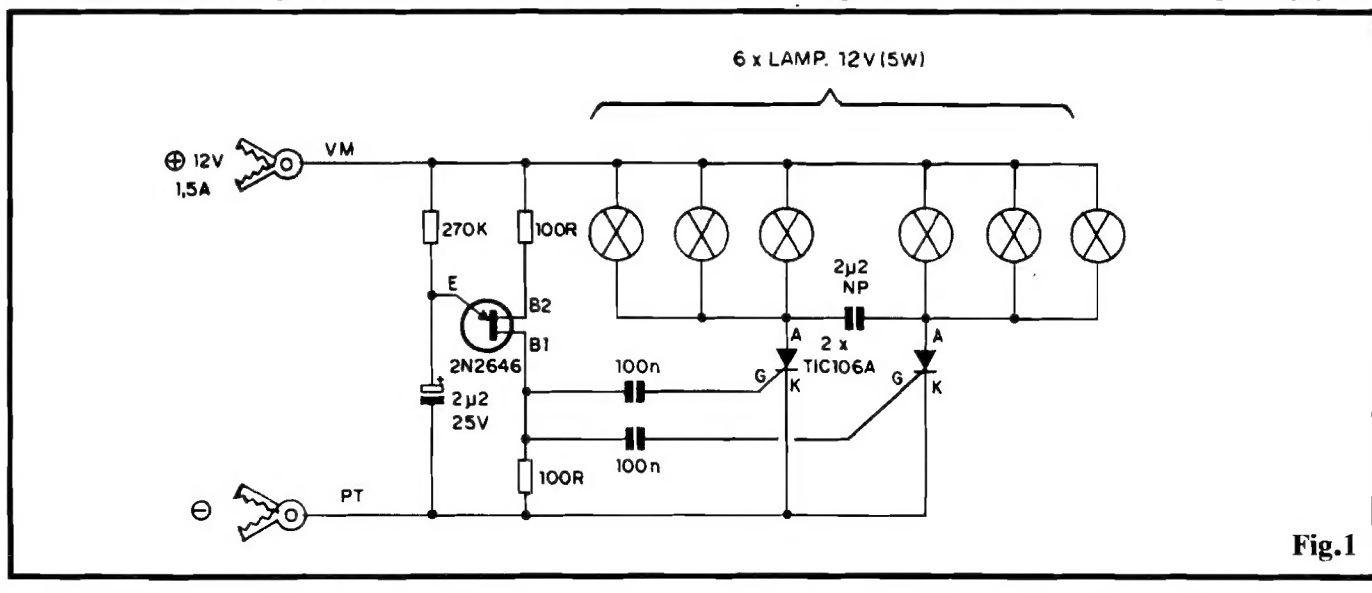

Fig.1
Optou-se, então, por uma solução circuital muito pouco convencional (veja a seguir, no texto referente a FIG. 1...), mas que atendeu a todos os citados requisitos, reduzindo drasticamente a quantidade de peças ativas e passivas e, por tal razão, mantendo as dimensões gerais em limites mínimos, conforme era desejado e conveniente...!
- **FIG. 1 - DIAGRAMA ESQUEMÁTICO DO CIRCUITO** - Conforme foi dito na abertura do texto, o circuito usa soluções de arranjo pouco convencionais... Primeiramente, em vez de centrar o conjunto num **ASTÁVEL** transistorizado, o núcleo ativo do circuito foi baseado num **BI-ESTÁVEL** tiristorizado, usando dois TIC106A em disposição simétrica, com a realimentação entre os dois módulos feita unicamente por um capacitor de 2u2 (não polarizado...). Ambos os SCRs são excitados, em **gate**, via capacitores de 100n, simultaneamente, pelos pulsos (cerca de 1,5Hz, com os valores atribuídos aos demais componentes...) recolhidos no terminal de **base 1** de um TUJ (transistor unijunção) 2N2646. Este oscila em relaxação (como é estruturalmente convencional para o componente), com o auxílio do resistor de 270K e capacitor eletrolítico de 2u2 (estes componentes determinam o **tempo** da relaxação, ou seja, a Frequência de oscilação...), além dos resistores de 100R "carregando" seus terminais de **base 1** e **base 2**. Tal estrutura, simples e confiável, gera pulsos muito nítidos e agudos sobre o resistor de carga da **base 1**, os quais, conforme